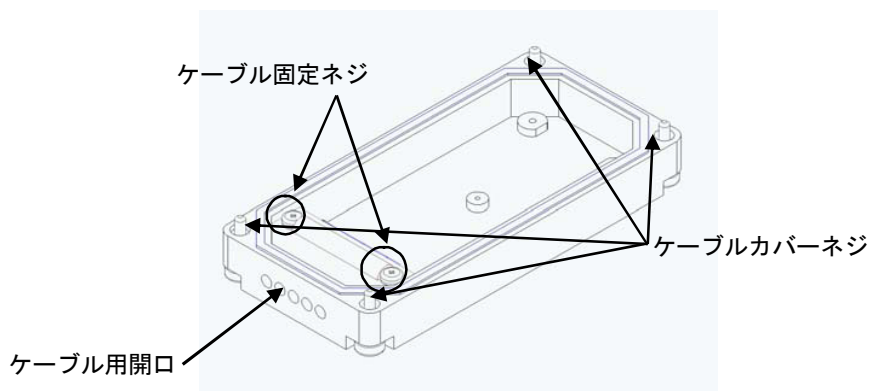

図 3-1 ケーブルカバー
- 2) カバーのケーブル固定ネジをゆるめます。(図 3-1 を参照してください。)